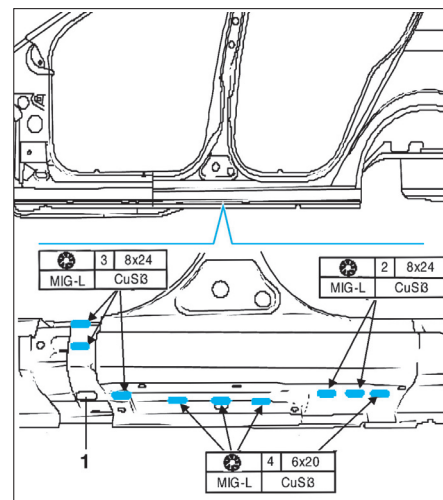

FIG. 63
- Souder au niveau des trous oblongs inférieurs sur le revêtement de montant B (fig. 63).
- Souder les trous oblongs inférieurs (fig. 63).